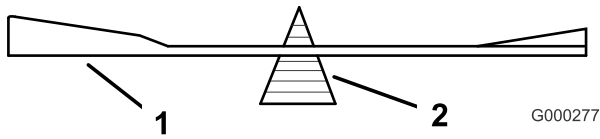

図 81
- ブレードバランサーを使ってバランスを調べる (図 81)。